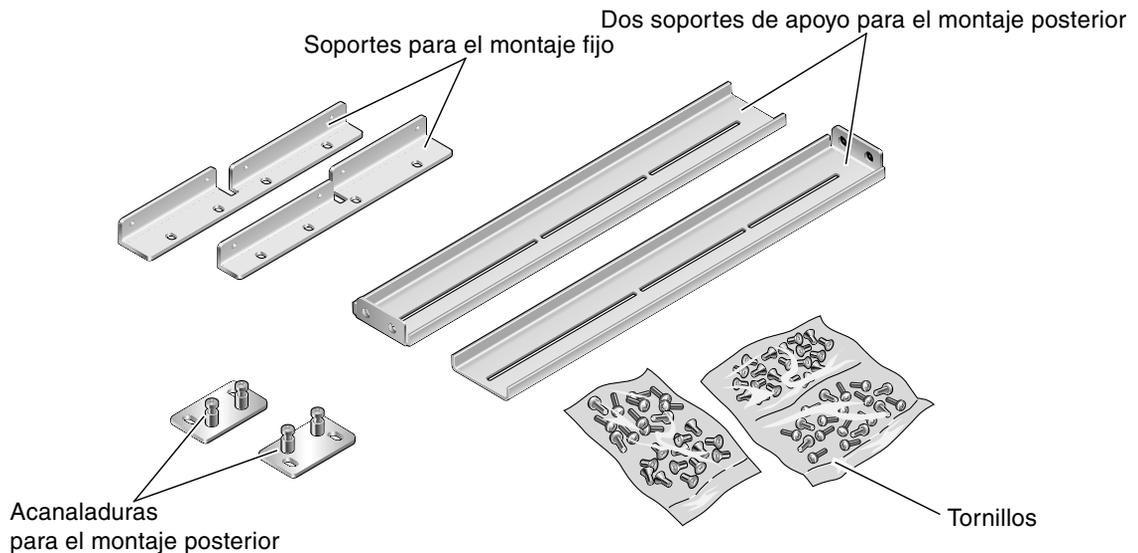

FIGURA 3-1 Contenido del kit de montaje fijo de 19 pulgadas de 4 postes
1. Saque los soportes de montaje fijo del kit del bastidor (FIGURA 3-1).
4. Saque los dos soportes de apoyo de montaje posterior del kit del bastidor (FIGURA 3-1).
8. Saque las dos acanaladuras de montaje posterior del kit del bastidor (FIGURA 3-1).